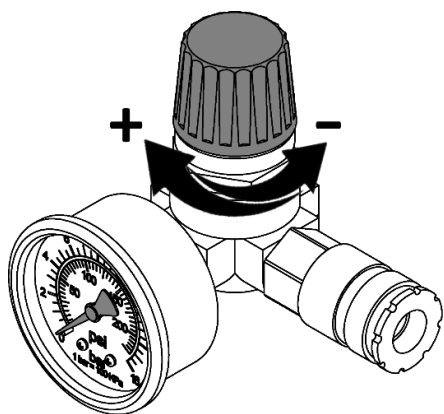

Рисунок 4
7.3.1 Настройка давления в подсоединенных исполнительных устройствах регулятором давления осуществляется следующим образом (рис. 4):